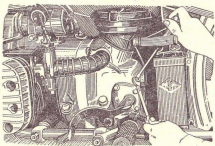

Рис. 173. Вывертывание регулировочного винта коробки передач тяжелых мотоциклов.
3) При переходе с высшей передачи на низшую сектор переключения передач перемещается недостаточно, и передача не фиксируется. В этом случае нужно отпустить контргайку и вывернуть верхний регулировочный винт коробки передач (рис. 173).